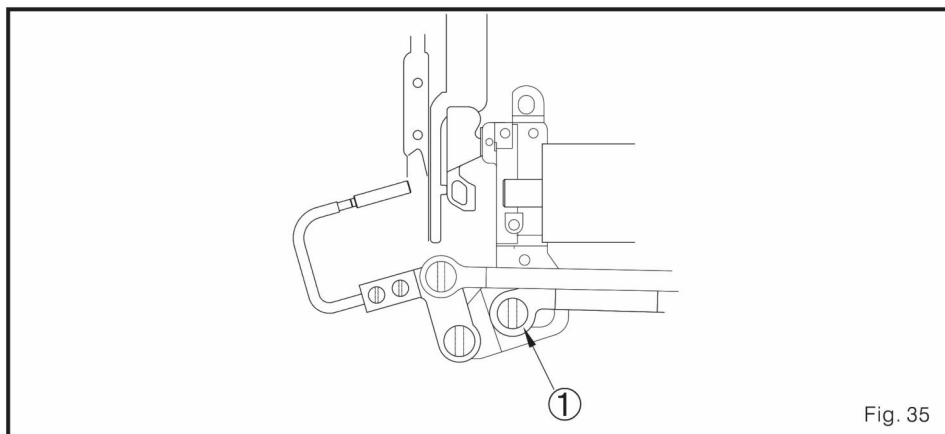

Fig. 35
(1) solta o parafuso da barra conector 1 da faca móvel. (Fig. 35)